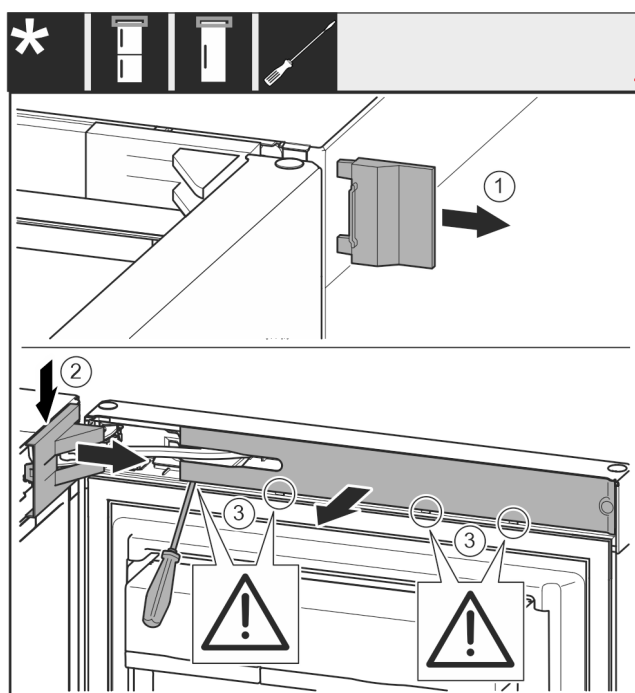

Fig. 8
- ▶ Αφαιρέστε το κάλυμμα Fig. 8 (1).
- ▶ Ξεκουμπώστε και λύστε το κάλυμμα του στηρίγματος Fig. 8 (2).
- ▶ Αφαιρέστε το κάλυμμα του στηρίγματος Fig. 8 (2).
- ▶ Ξεκουμπώστε το διακοσμητικό κάλυμμα Fig. 8 (3) με ίσιο κατσαβίδι και παραμερίστε το προς το πλάι.